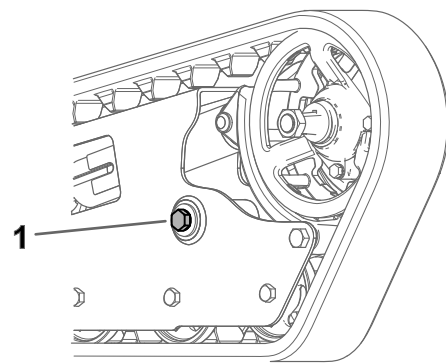

Bild 6
6. Lösen Sie die hintere Schraube, die den hinteren Kettenrahmen an der Maschine befestigt (Bild 6).